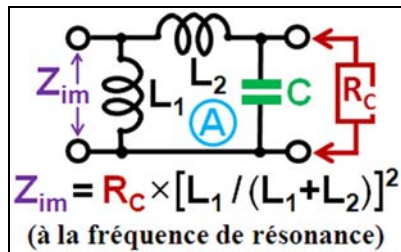
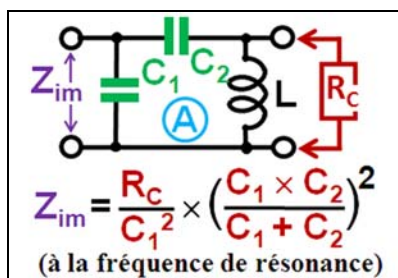

Figure 3 : Transformateur accordé
Figure 4 : Transformateur accordé capacitif
Il est évident que l'impédance image est maintenant réactive même si  $R_c$  est résistive pure. Noter que cela apparaît avec des  $K$  qui restent relativement élevés. Il suffit de revoir la fig. 3 de l'avant dernier "Comment ça marche" pour constater la dégradation du transfo avec un  $K$  de 0,9. On voit alors qu'il est impossible de réaliser un transformateur "pseudo apériodique" dans un milieu comme l'air où il est difficile d'obtenir un  $K$  de quelques dixièmes. Une étude mathématique plus poussée montrerait qu'effectivement le rapport de transformation en magnitude devient variable avec la fréquence, par contre le rapport entre les
parties résistives respecte les lois d'un transformateur avec  $K=1$ . On en déduit qu'il suffit qu'à la fréquence  $F_0$  on neutralise la réactance inductive à l'aide d'un condensateur (côté Z élevée) pour que l'on retrouve notre transformateur qui fonctionne alors quel que soit le couplage entre les enroulements, dès que le Q en charge du circuit oscillant ainsi créé dépasse la dizaine. Tout ceci est résumé sur la figure 3 pour la configuration (A). Avec la configuration (B), il suffit d'inverser  $Z_{im}$  et  $R_c$ .
En théorie, rien n'empêcherait d'obtenir un transfo capacitif large bande si l'on savait coupler complètement deux condensateurs (1). Mais avec un transfo accordé, il fonctionne même avec un K de 0. Ainsi le circuit de la figure 4 a la même fonction de transfert (à la résonance) que celui de la fig. 3.
Naturellement le système est réversible en inter changeant  $Z_{im}$  et  $R_c$ ,  $C_1$  et  $C_2$  (ou  $L_1$  et  $L_2$  pour la fig. 3).  $Z_{im}$  n'est vraiment résistif et son calcul exact que si le Q en charge du circuit dépasse la vingtaine.